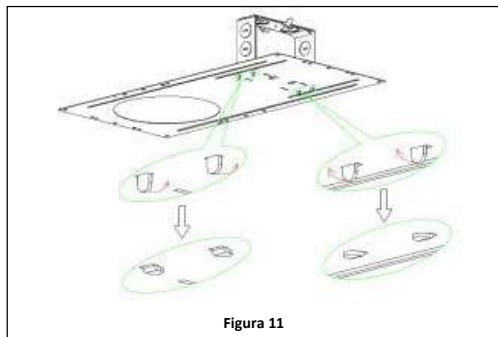

Figura 11
2. Dobra las pestañas para fijar la caja de conexiones al marco. **Ver Figura 11.**